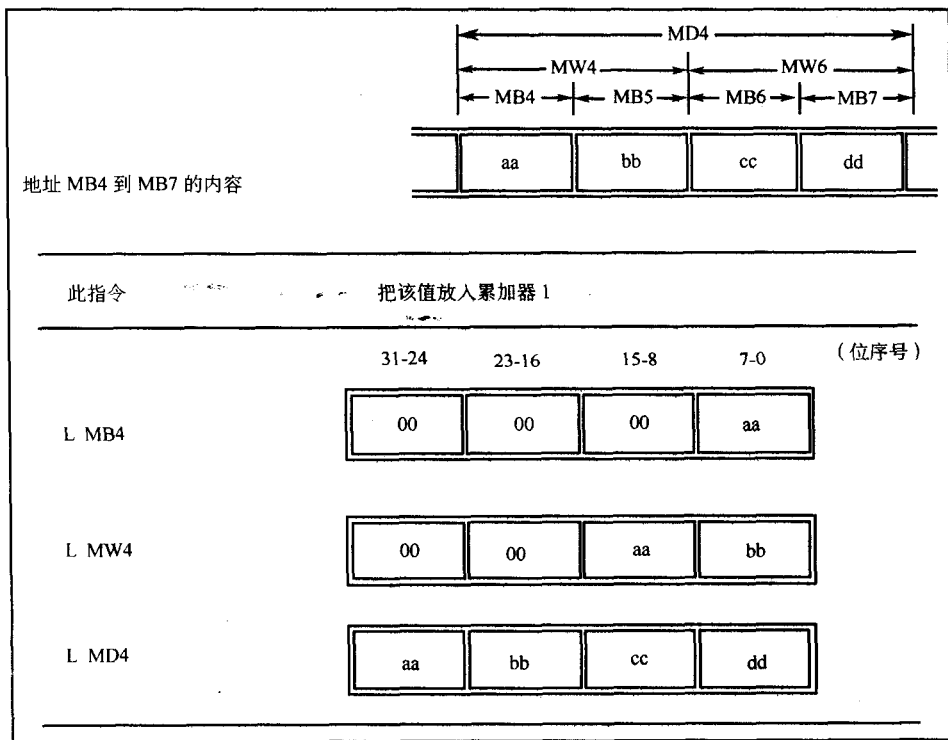

图 6-7 按字节、字或双字来寻址 S7 的效果
(1) S7 PLC 有 32 位的累加器，它与 S5 的 16 位累加器有些不同。图 6-7 显示了带有三种不同源地址大小的加载指令：